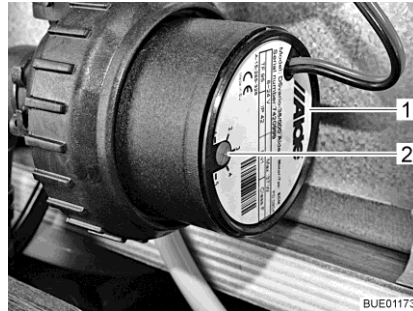

Bild 146 Drehzahlreduzierung
Mit dem Drehregler (Bild 146,2) kann die Drehzahl der Umwälzpumpe eingestellt werden. Bei reduzierter Drehzahl verringern sich die Laufgeräusche der Pumpe.
Der Drehregler befindet sich an der Umwälzpumpe (Bild 146,1).
- Den Drehregler (Bild 146,2) gegen den Uhrzeigersinn drehen. Die Leistung ist verringert.